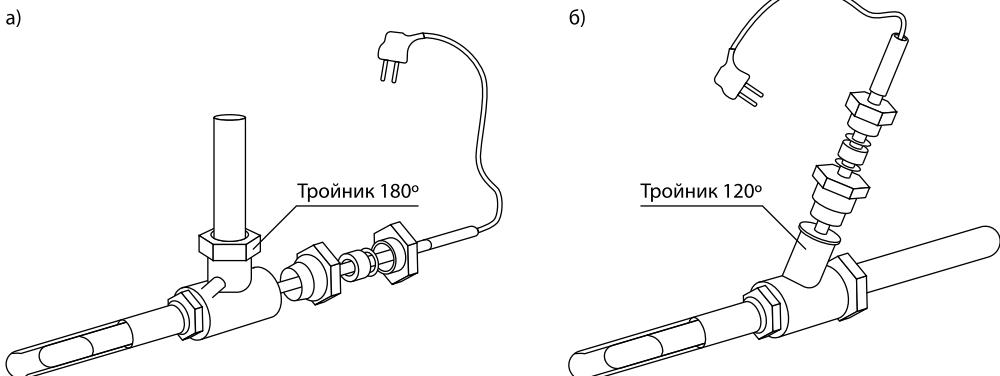

Рисунок 3. Схемы ввода нагревательной секции внутрь трубопровода: а) прямой ввод; б) ввод под углом 120°
- 7.1.4. Соберите сальниковый узел, затянув втулку уплотнения и втулку зажимную так, чтобы почувствовать сопротивление при затяжке (рисунок 3).